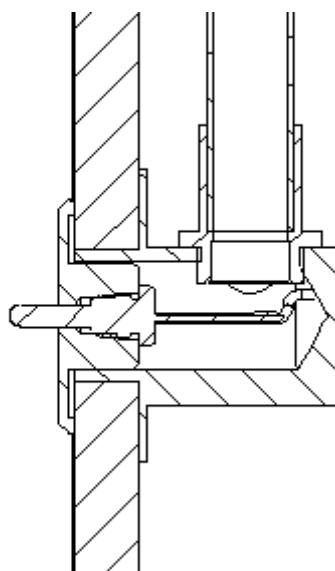

afb. 1
- Indien de ProSteam stoomgenerator in de aangrenzende ruimte staat: boor een gat met de diameter 13mm in de wand. (zie afb. 1) Plaats de flens met het Cleopatra logo in de cabine om de temperatuursensor. Plak de flens aan de wand met zuurvrije siliconenkit. Zorg dat de afdichting waterdicht is.